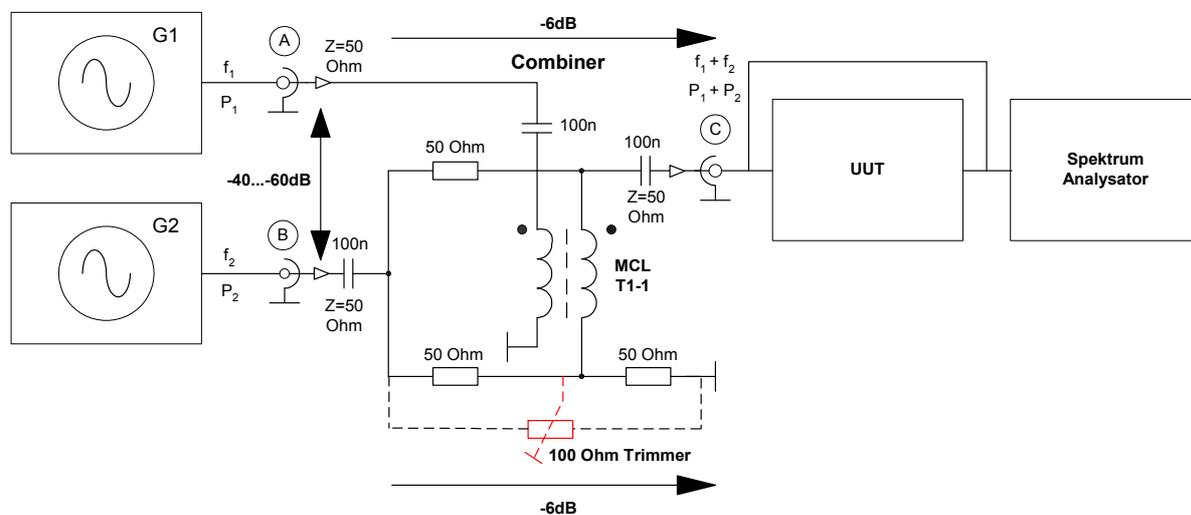
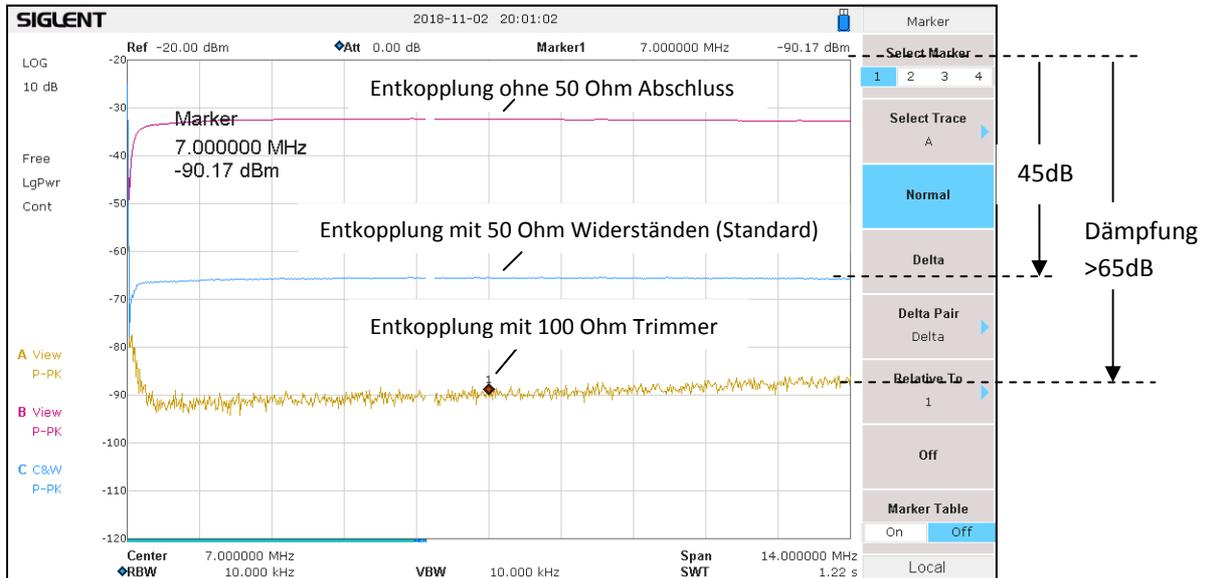
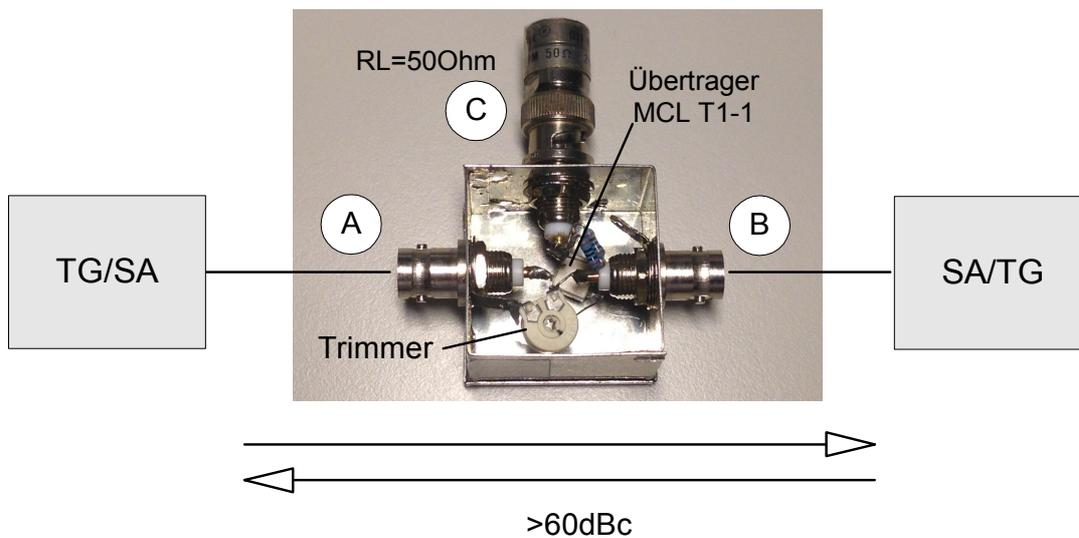

Bild 10: 2-Tongenerator mit Wheatstone-Brücke und optionalen Trimmer
Bild 11: Entkopplung einer Wheatstone-Brücke mit und ohne Abgleich
Bild 12: Messung der Richtschärfe einer Wheatstone-Brücke
Falls der ermittelte IMD3-Abstand eines 2-Tongenerators nur 90 oder 100dB beträgt, kann das verschiedene Gründe haben. Es wird oft darüber geschrieben, dass man beide Oszillatoren hermetisch voneinander abschirmen soll, damit sie sich gegenseitig nicht "sehen" können. Das ist zwar grundsätzlich nicht falsch, bringt aber meist keine Verbesserung der IMD3-Festigkeit. Nach meiner Erfahrung, liegt der Grund nicht an unzureichender Abschirmung, sondern an einer nicht ausreichenden dynamischen Entkopplung beider Generatoren. Das Herz eines 2-Ton Generators ist sein "Combiner" (Bild 10). Er hat die Aufgabe, beide Signale (A, B) mit geringer Dämpfung zu einem gemeinsamen Ausgang (C) zu leiten und gleichzeitig beide Signale möglichst stark voneinander zu entkoppeln. Diese Entkopplung in dB ist notwendig, damit sich beide Generatoren nicht gegenseitig modulieren und dadurch Intermodulation erzeugen.
Bild 10 zeigt den typischen Aufbau eines Combiner in Form einer Wheatstone-Brücke. Damit die Brücke mit optimaler Trennung arbeitet, müssen alle Ports mit genau 50 Ohm abgeschlossen sein. Zur Verbesserung der Anpassung, werden häufig 10dB-Dämpfungsglieder vor alle Ports geschaltet, mit dem Nachteil, so dass anschließend mit höheren Leistungen gearbeitet werden muß, was andere Probleme mit sich bringt. Trotz aller Maßnahmen, beträgt die Richtschärfe der Wheatstone-Brücke in der Praxis meist nicht mehr als 40...45dB.
Bild 10 zeigt den Aufbau des Combiner, mit und ohne Trimmer. Die Messung der Entkopplung erfolgte mit einem Tracking-Generator (Pegel -20dBm) über einen Frequenzbereich von 0-14MHz (Bild 11). Dazu wird das TG-Signal in Port A (B) eingespeist und der Pegel in Port B (A) gemessen. Gleichzeitig wird der Brückenausgang (C) mit 50 Ohm abgeschlossen. Die Entkopplung sollte in beide Richtungen gemessen werden. Die von mir verwendete Wheatstone-Brücke mit 100 Ohm-Trimmer, aufgebaut in ein kleines Weißblechgehäuse, zeigt Bild 12.